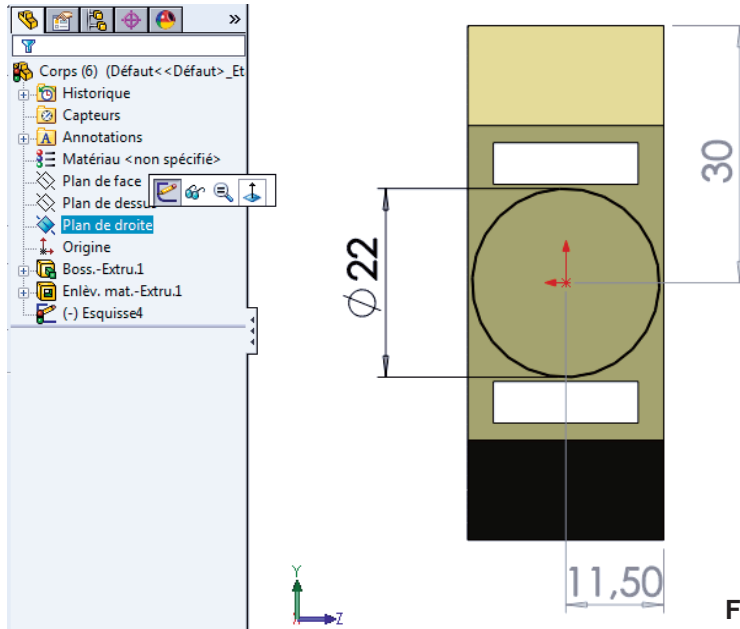

Figure 5
- Cliquer sur l'outil « Esquisse » puis cliquer sur « Cercle » . Ensuite, tracer le cercle et faire sa cotation comme l'indique la figure 5.